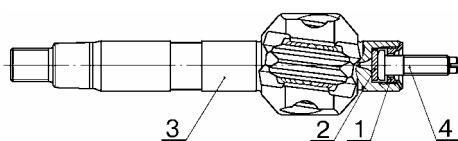

Рис.4.
- отвернуть гайку 1, рис.4, опорную регулировочного винта и извлечь из вала 3 сошки винт 4 и опорную пластину 2. Операцию выполнять в случае невыполнения требований п.4.2.7 данной ТИ;